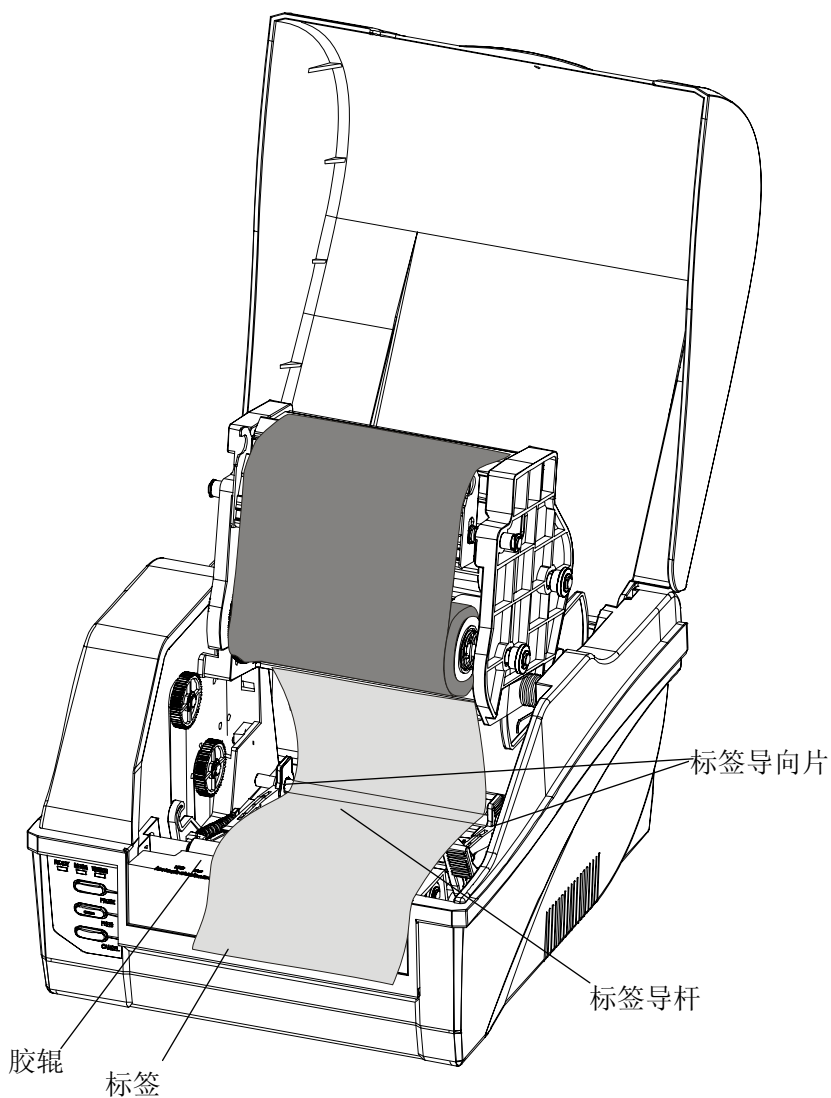

图 6-3
9. 将标签从标签导杆下方穿过并拉出标签，将两个标签导向片靠紧标签，但不能挤压标签使其变形（图 6-3）；